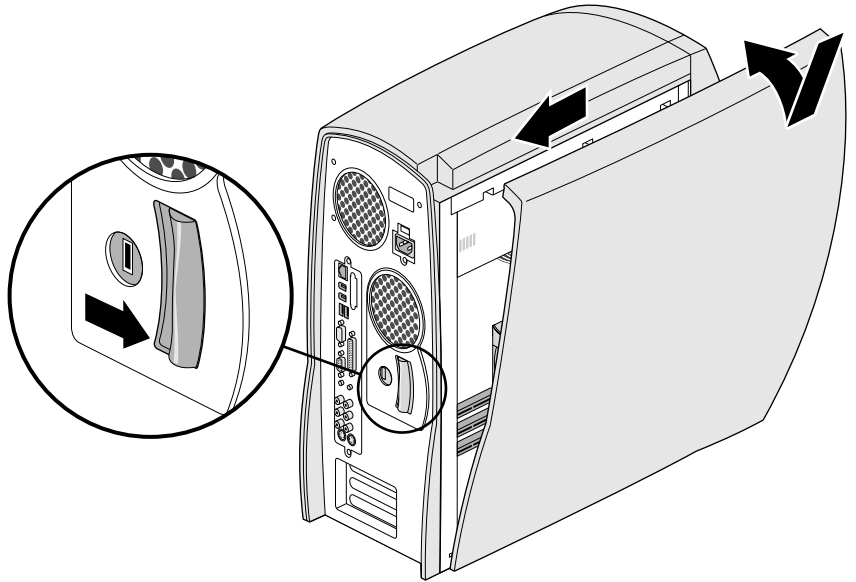

图 2-5 复位侧面盖板
1. 正对系统侧面，将盖板底部的垂片放入机箱下端边缘的凹槽内，如图 2-5 中所示。然后斜向提起盖板，滑向系统后部，直至停止。